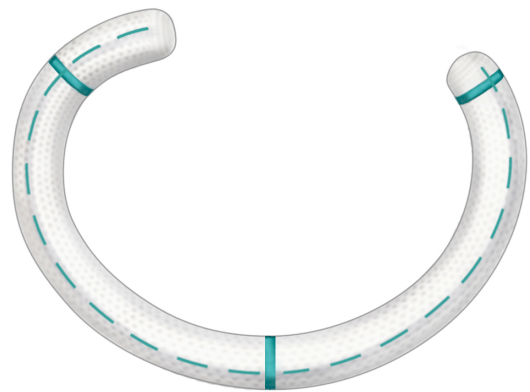

Figure 2 : Vue annulaire ■ Afbeelding 2: Ringvorminge weergave
■ Abbildung 2: Anuläre Ansicht